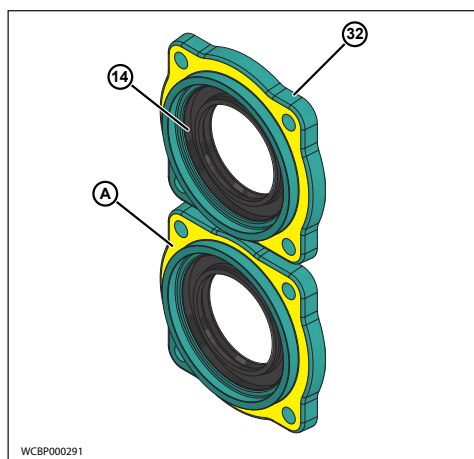

Figure 72 - Extraction de mastic du dispositif de retenue
4. Retirez le mastic silicone (figure 72, élément A) du dispositif de retenue du roulement (32) et du carter d'engrenage.